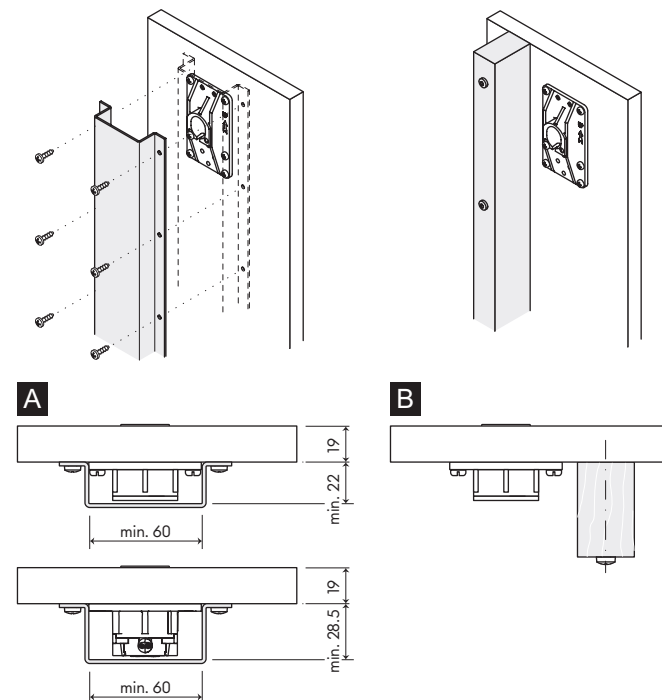

Fig. 7: Refuerzo de la parte posterior
- Perfiles angulares (Fig. 7/A). Observe las diferentes alturas de los juegos de pletina (electrificados o no).
- Nervios de madera (Fig. 7/B)